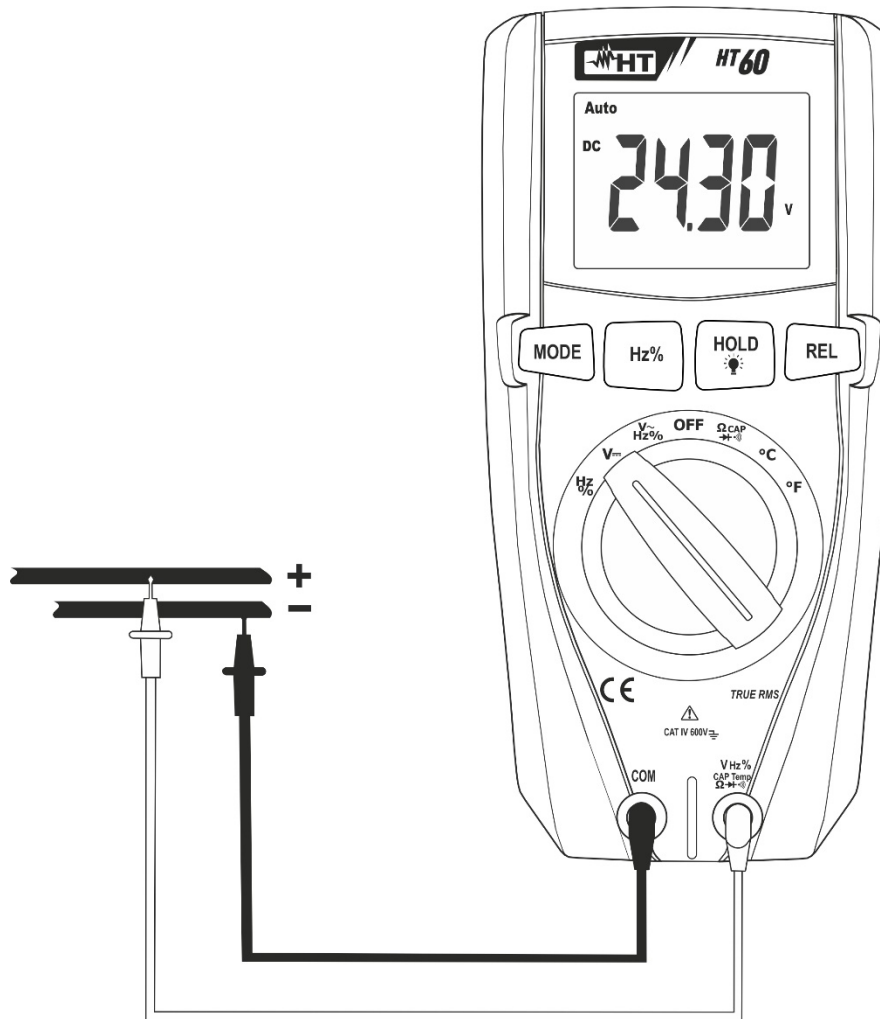

Abb. 2: Verwendung des Gerätes für Gleichspannungsmessung
3. Verbinden Sie die rote Messleitung und die schwarze Messleitung mit dem jeweils positiven und negativen Potenzial des zu messenden Kreises (siehe Fig. 2). Der Spannungswert erscheint auf dem Display.
5. Das Symbol "-" auf dem Display des Gerätes gibt an, dass die Spannung die umgekehrte Richtung mit Bezug auf den Anschluss in Fig. 2 hat.